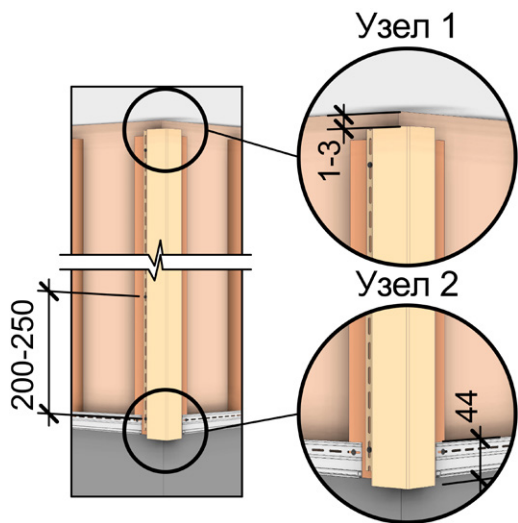

Рис. 5 Установка внешних углов
- При монтаже вертикальных профилей первый саморез должен фиксировать профиль в верхней части первого попадающего целиком на обрешётку монтажного отверстия (рис. 5, узел 1).
- Вертикальные профили необходимо устанавливать с зазором, компенсирующим температурные расширения, от 1 до 3 мм в верхней части (рис. 5, узел 1) и от 1 до 6 мм в нижней части.
Внешние углы необходимо устанавливать таким образом, чтобы их верхняя часть была на 1-3 мм ниже ограничивающей плоскости, а нижняя часть на 44 мм ниже верхнего края стартового профиля панелей сайдинга Döcke LUX BERGART. Профили следует крепить к обрешётке саморезами (п.2) с шагом 200-250 мм (рис. 5).